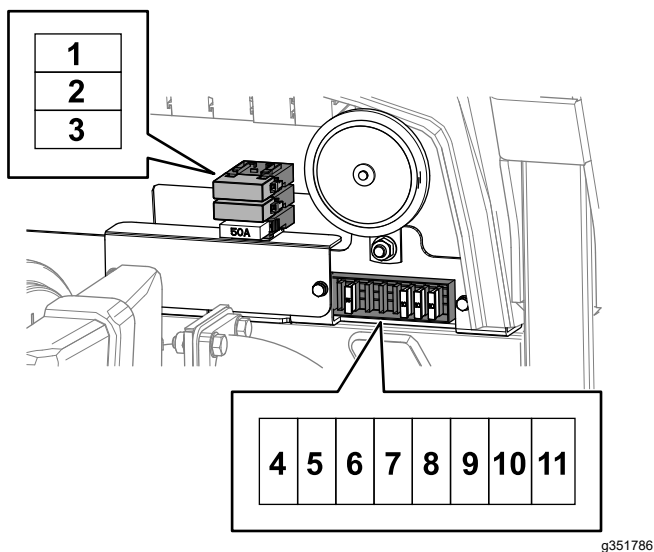

Figura 72
5. Sostituite qualsiasi fusibile aperto con un fusibile di uguale amperaggio (Figura 72).